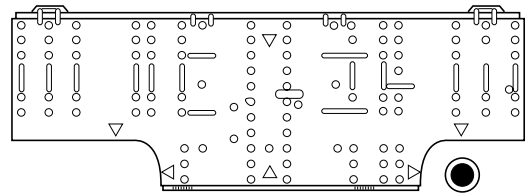

Abb. 3-61
(1) Die Rückwand mit den 10 mitgelieferten Schrauben an der Wand befestigen. (Abb. 3-61)